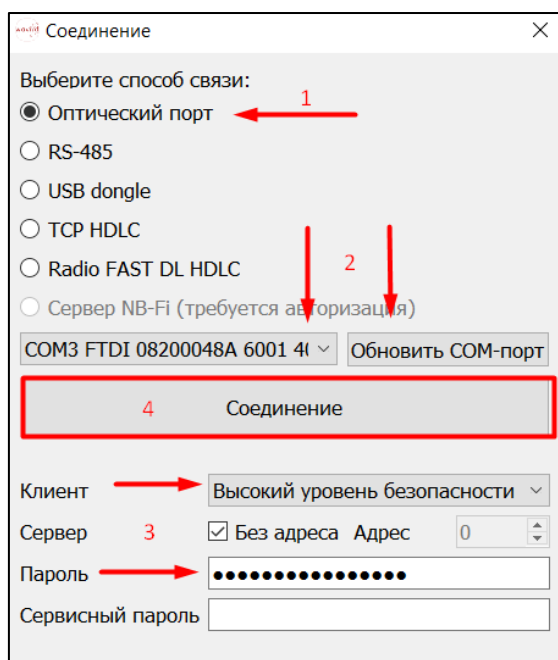

Рис. 4.2
1. Выбрать способ связи «Оптический порт» (см. Рис. 4.2).